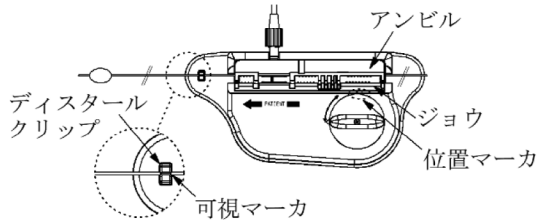

図3
- 1) バルーン部がEZアダプタの「PATIENT」の矢印の方向を指すようにオクルージョンバルーンカテーテルを装着する。図3のように、カテーテル近位側にある可視マークをディスタールクリップに固定し、オクルージョンバルーンカテーテルをまっすぐにする。